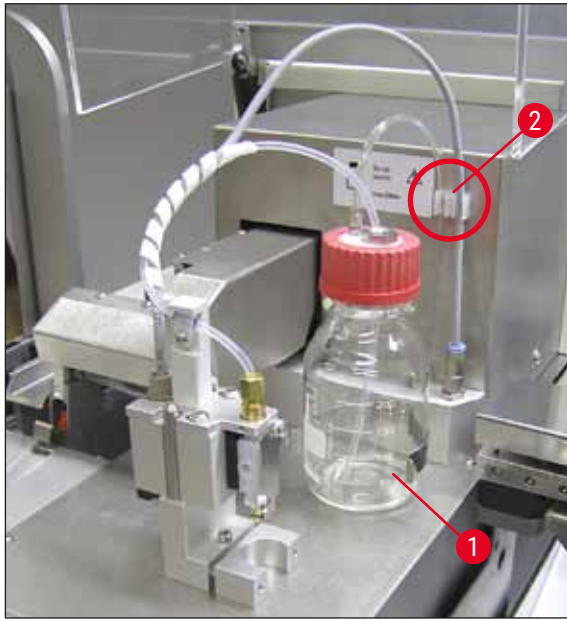

Abb. 12
6. Deckel (→ Abb. 10-5) auf die Mediumflasche (→ Abb. 12-1) aufschrauben und die Mediumflasche in die Halterung stellen (→ Abb. 12).